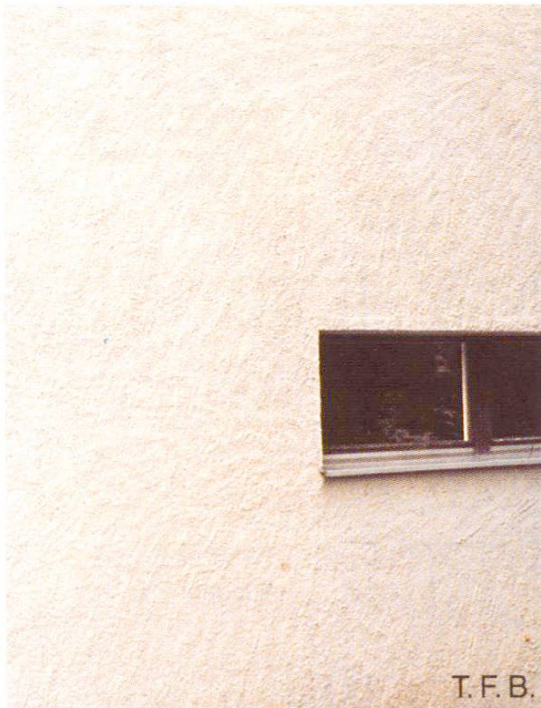

Abb. 11 Abgekehlter Verputz, etwas zu eigenwillig die «Handschrift» des Maurers zeigend.
**Grundputz abgekellt.** Kellenführung frei und wechselnd oder Kellenführung senkrecht bei waagrecht Kelle. Ein solcher Verputz wird meistens roh belassen. Bindemittel und Feinstanteile des Sandes bestimmen dann die Farbe (Abb. 11).